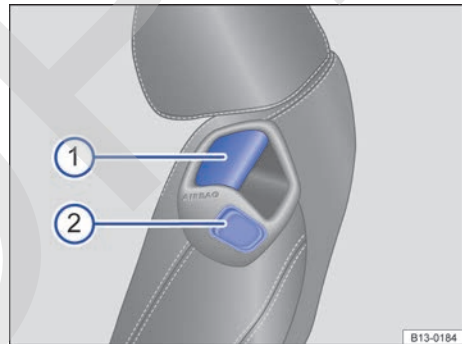

Fig. 79 Mandos para la ayuda de acceso dispuestos en el respaldo del asiento.
Para facilitar subir a la zona del asiento trasero y salir de ella, el asiento delantero se puede desplazar eléctricamente hacia delante y hacia atrás con la tecla → fig. 79 ② estando el encendido desconectado. Accionando esta tecla, el asiento delantero se desplaza hacia delante o hacia atrás más rápidamente que accionando la tecla para el ajuste longitudinal del mismo → pág. 7.